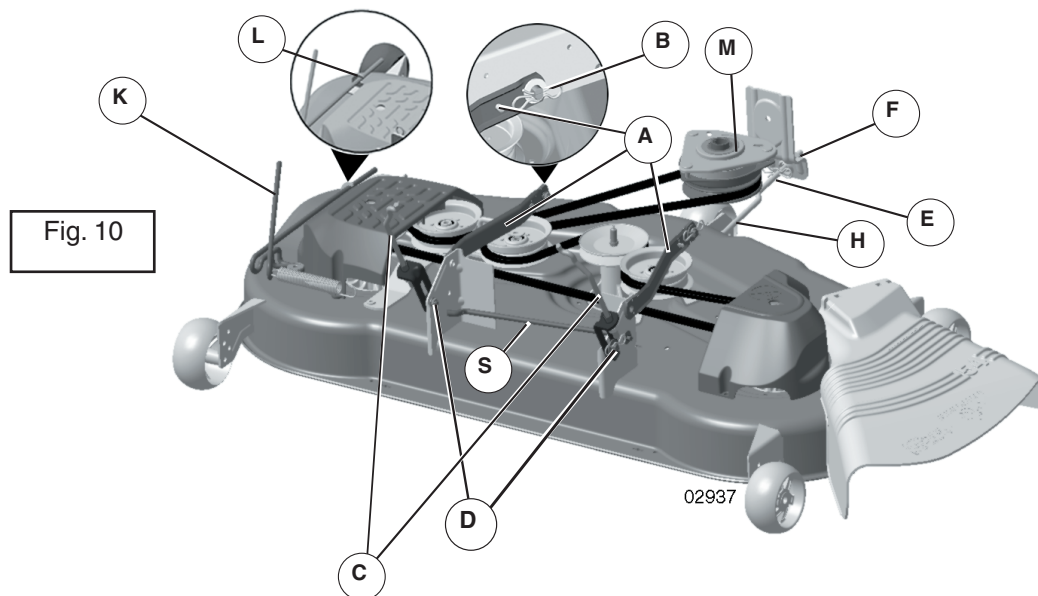

Fig. 10
12. Schieben Sie das andere Ende der vorderen Verbindung (E) in das Loch im vorderen Mäherbügel (H) und befestigen Sie es mit einer Beilagscheibe und einer kleinen Rückhaltefeder.
13. Lösen Sie den Riemenspannstab (K) vom Sperrbügel (L) (Fig. 10).
15. Schieben Sie den Riemenspannstab (K) in den Sperrbügel (L) ein (Fig. 10).